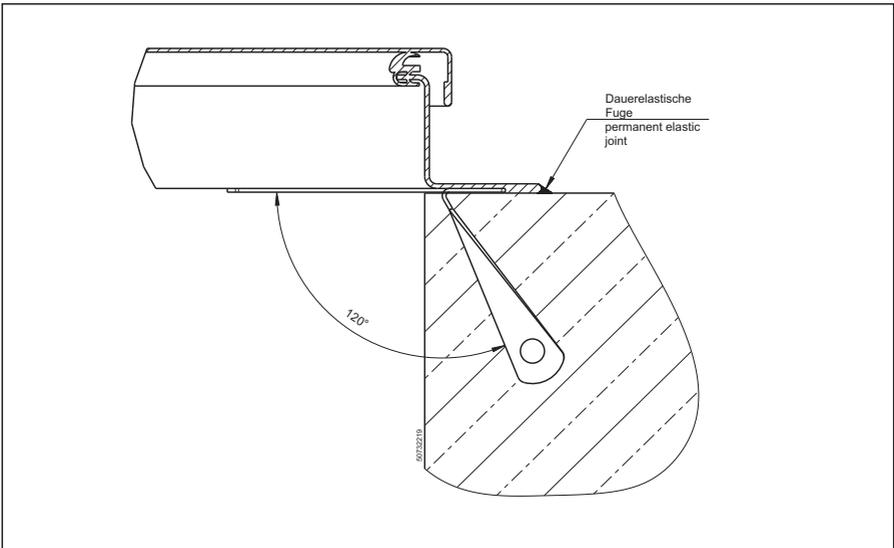

Abb.1 Kombirahmen (Standard SD1, SD2)
5. Bei Kombirahmen (Standard SD1, SD2) Abb. 1: Alle jetzt sichtbaren Dübellaschen nach unten biegen, verwenden Sie Hammer und Holzschlagklotz um eine rechtwinklige Abkantung zu erreichen.
3. Bei Kombirahmen (Standard SD1, SD2) Abb. 1: Vor dem Einbau die Maueranker an der Rahmenunterseite ca. 120° nach unten biegen, Maueranker verdrillen. Dazu empfehlen wir, einen Schraubendreher o. ä. durch die Bohrung (Durchmesser 13 mm) zu stecken und ca. 90° zu verdrehen. Flächen, die mit Beton in Berührung kommen mit Zementschlämme einstreichen.
4. Bei Kombirahmen/Rahmen zum Einbetonieren Abb. 1 / Abb 3: Nach Auftragen der Betonschlämme, Schachtabdeckung im geschlossenen Zustand auf die bauseitige Schalung setzen, Rahmen ausrichten und einbetonieren.
4. Stecken Sie den Bedienschlüssel jetzt durch die Öffnung des Verschlussoberteils in den Verschlussmechanismus, bis ein Widerstand spürbar ist. Achten Sie bitte darauf, dass der Zapfen des Bedienschlüssels in der oben erwähnten 12 mm Bohrung steckt. (Abb.1)